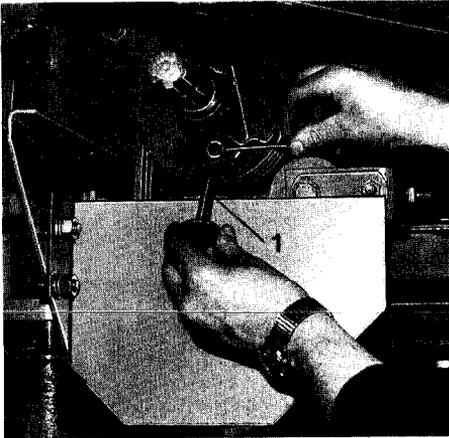

Fig.93
- Streuschnecke stilllegen. Neben dem Gelenkwellenanschluß der Gelenkwelle zum Schlepper ist der Bolzen (Fig. 93/1) nach Entfernen des Federsteckers (Fig. 93/2) herauszuziehen.